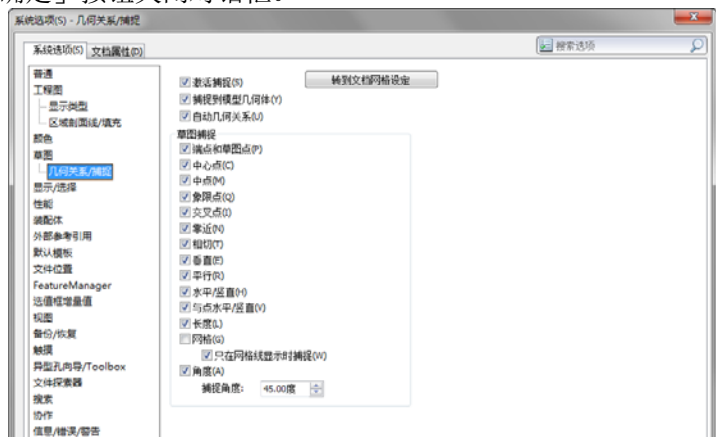

图 2-56 自动添加几何关系
2. 在左边的区域中单击 [草图] 中 [几何关系/捕捉] 项目, 然后在右边的区域中选中 [自动几何关系] 复选框, 如图 2-56 所示。